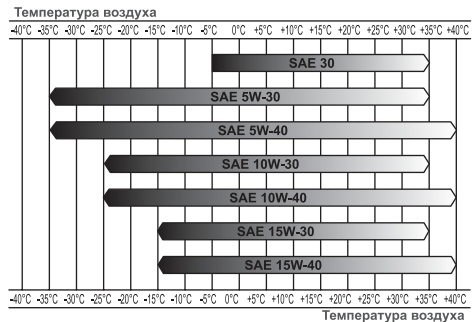

Рис. 3. Определение вязкости масла
*Нельзя применять масло для двухтактных двигателей. Рекомендуется применять моторное масло для четырёхтактного бензинового двигателя категории API SL и выше по системе классификации API. Вязкость масла по классификации SAE выбирается в зависимости от температуры окружающего воздуха, при которой будет работать двигатель. При выборе вязкости масла пользуйтесь таблицей, показанной на Рис. 3.*